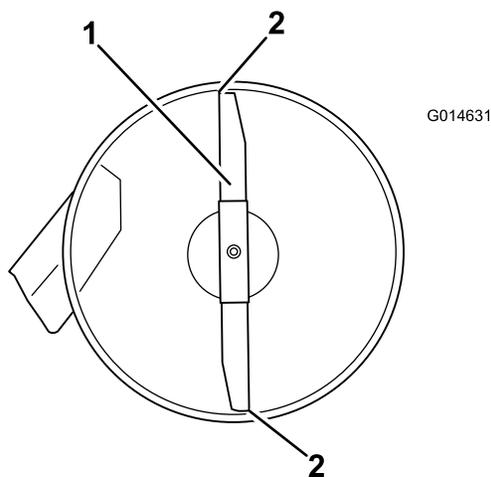

Figura 52
4. Girate con cautela le lame in modo che siano disposte longitudinalmente (Figura 52).
5. Misurate il valore dalla punta della lama anteriore e dalla punta della lama posteriore alla superficie piana (Figura 52).
9. Dopo la regolazione, ricontrollate l'inclinazione longitudinale e continuate la regolazione del dado finché la punta della lama anteriore non è più bassa di 1,6–7,9 mm rispetto a quella posteriore (Figura 52).